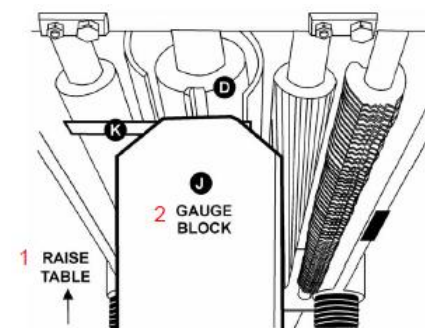

Рис. 26: 1 – подъем стола, 2 – калибр
3. Поставить калибр (**Рис. 26, J**) на стол непосредственно под режущий вал (**Рис. 26, D**). Пользуясь щупом толщиной 0,5 мм (**Рис. 26, K**), помещенным сверху калибра, поднимать рабочий стол до тех пор, пока нож не соприкоснется со щупом при нахождении ножа в самой нижней точке. Больше не перемещать рабочий стол, пока не будет выполнена регулировка отводящего ролика.